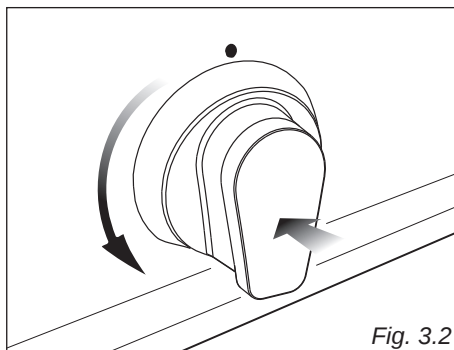

Fig. 3.2
- Reliez les fils à la borne serre-fils "B" comme illustré dans le schéma de la figure 3.2.
- 1. Pour allumer le brûleur, appuyer sur la manette (fig. 3.2) et la faire tourner jusqu'à la position de débit maximum (grande flamme ) ; puis continuer à appuyer sur la manette jusqu'à ce que l'allumage se fasse.